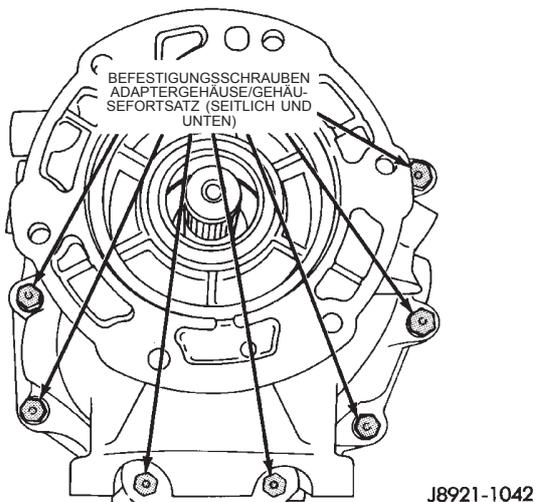

Abb. 27 Lage der Gehäuseschrauben
(14) Den Schaltfinger aus dem Adaptergehäuse ausbauen.
(15) Die Befestigungsschrauben des Adaptergehäuses bzw. des Gehäusefortsatzes lösen (Abb. 27).